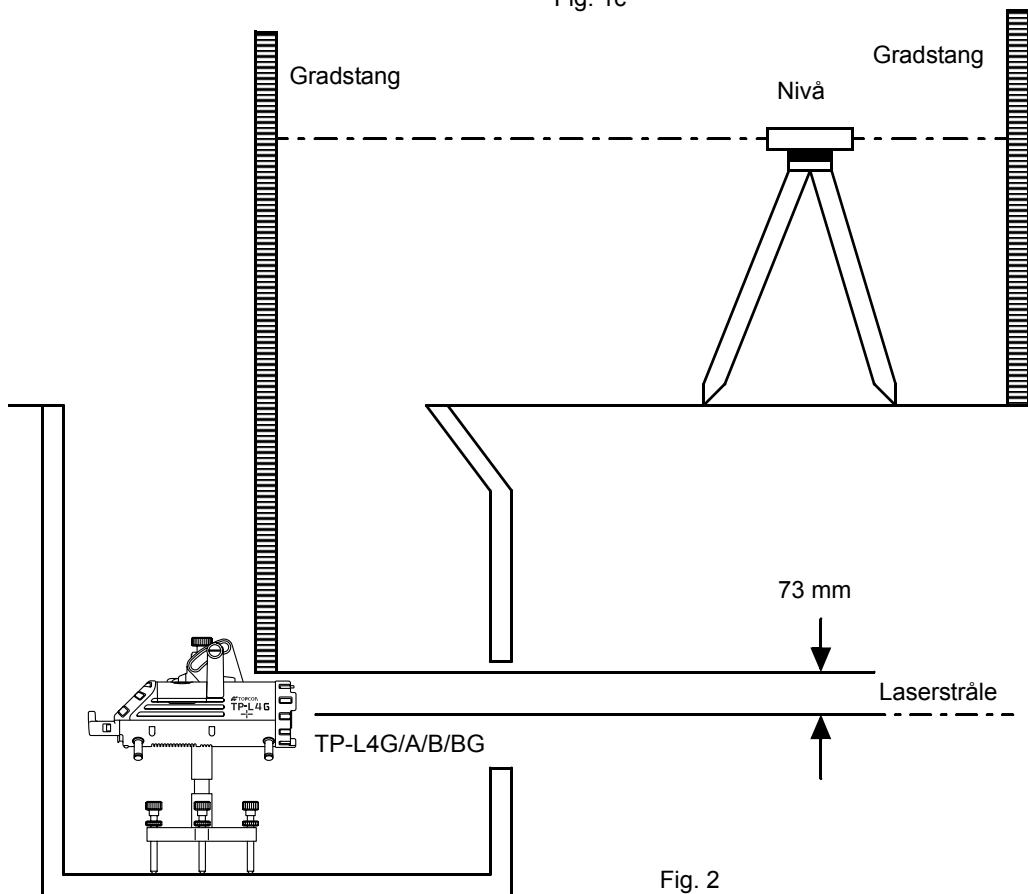

Fig. 2
- 2** Still inn en nivellerkikkert eller roterende laser mellom kummen og senterposisjonen på laseren. Ta en stangavlesning på senterposisjonen og legg denne avlesningen til målingen fra pinnen. (Fig. 2)
- 3** Plasser gradstangen på festeklemmen til stanghendelen (ved bruk av bensett er ikke elevasjonsoverføring nødvendig på grunn av at det støpte stativet må plasseres i riktig elevasjon). Ved måling fra klemmen må du huske å legge forskyvningsavstanden til midtpunktet av strålen. (73 mm) (Fig. 2)